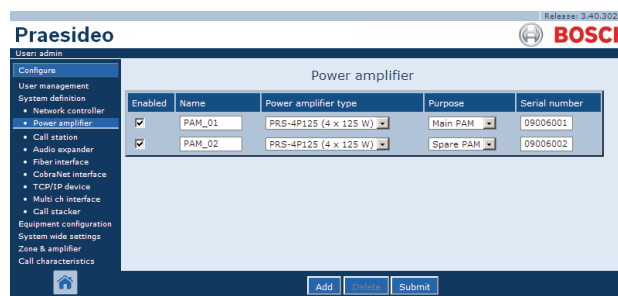

Abb. 42.8: Endstufe löschen, Schritt 1
- Rufen Sie **Configure > System definition > Power amplifier** auf. Im Mainframe der webbasierten Benutzeroberfläche erscheint ein Bildschirm, der dem in Abb. 42.8 ähnelt.